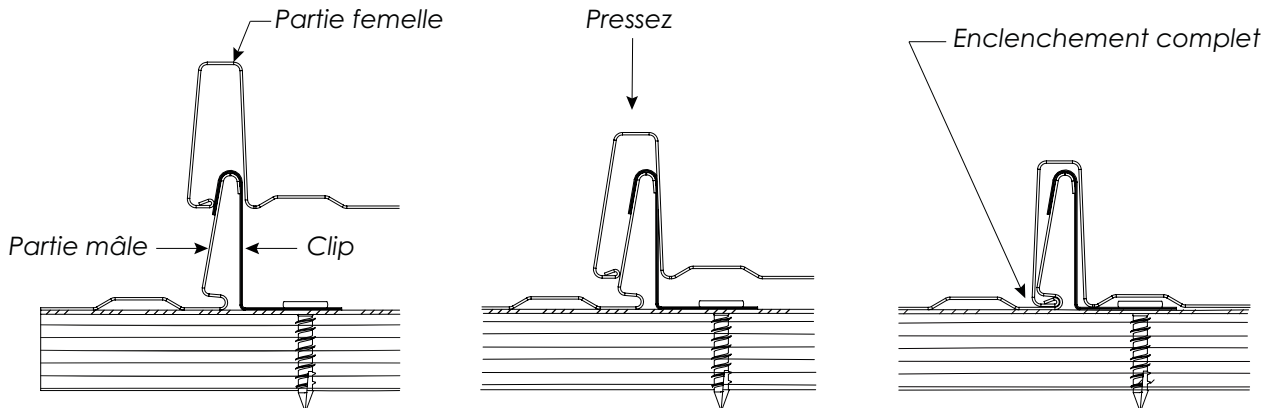

Figure 12.a | Emboîtement des panneaux
- Le panneau possède un côté mâle et un côté femelle qui s'emboîtent l'un dans l'autre. (Figure 12.a)
- Placez le panneau légèrement décalé vers le bas, pressez la partie femelle du panneau sur la section mâle du panneau précédemment installé, jusqu'à l'enclenchement complet. (Figure 12.b)
- Glissez le panneau vers le haut afin que le profilé entre dans l'ouverture de la moulure et que le repli de 180 degrés s'agrafe au démarreur de façade (410).